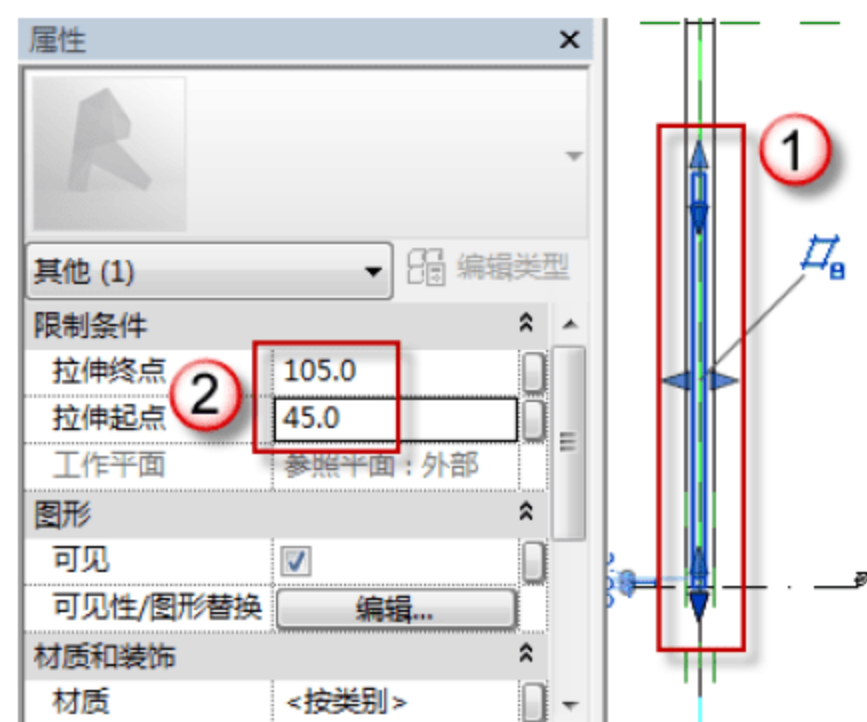

图 6.3.12 修改门框的位置及厚度
(11) 修改 MC2430 门框的位置及厚度。选择绘制好的门框，打开“属性”面板，在“拉伸终点”中输入“105”字样，在“拉伸起点”中输入“45”字样，如图 6.3.12 所示。